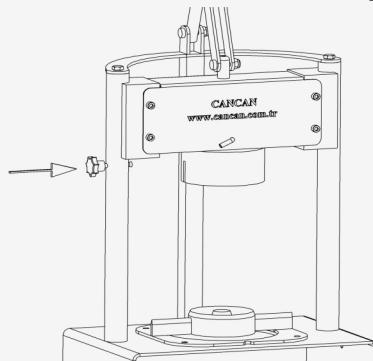

Рисунок 4
- ✓ Левой рукой нажмите внутрь на крепежный винт,находящийся с боку. (Рисунок4).